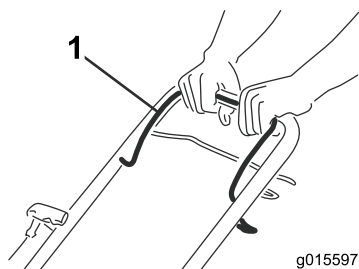

Figura 13
1. Tenete la barra di comando della lama Figura 13 contro la stegola.